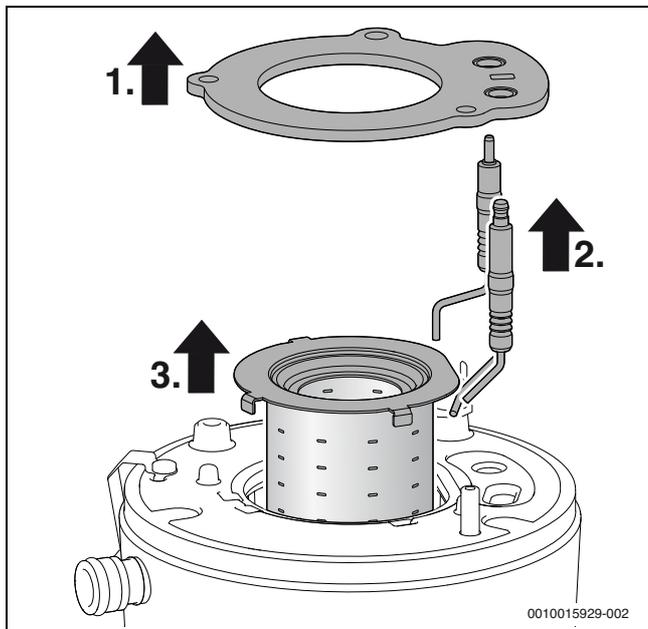

Рис. 45 Выньте горелку
- ▶ После каждого открытия горелки замените уплотнение (→ рис. 45, поз. [1]) и все другие уплотнения, которые могут быть повреждены во время проведения работ. (максимальный срок службы уплотнения горелки: 7,5 лет)